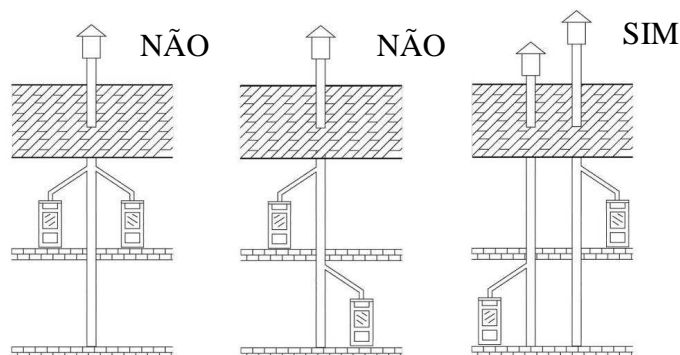

Fig.1
-Não deverá ser conectada a nenhuma outra lareira, estufa, caldeira ou coifa de aspiração de qualquer tipo (fig.1).